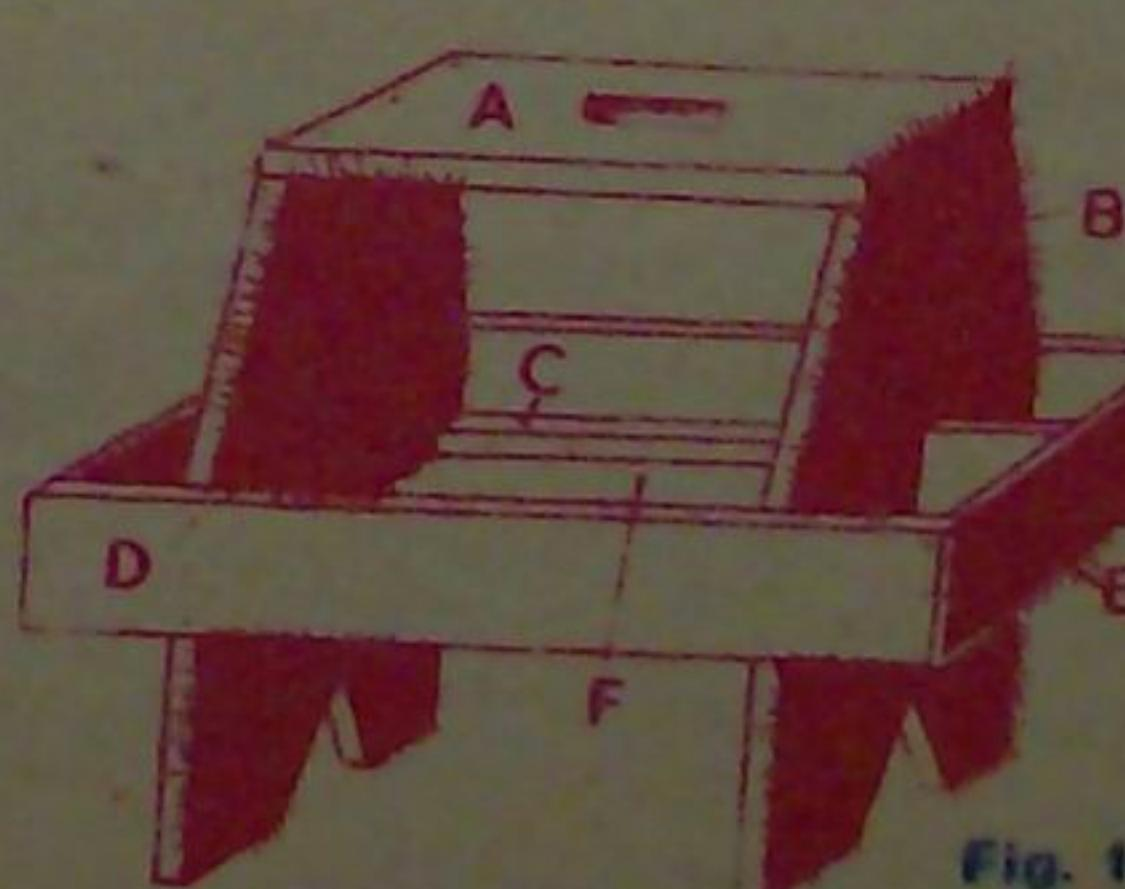

Fig. 1
Corpul propriu-zis al scaunului (fig. 1) este format dintr-o platformă (A) care se fixează pe două picioare (B) consolidate cu ajutorul a două iesuri (C).